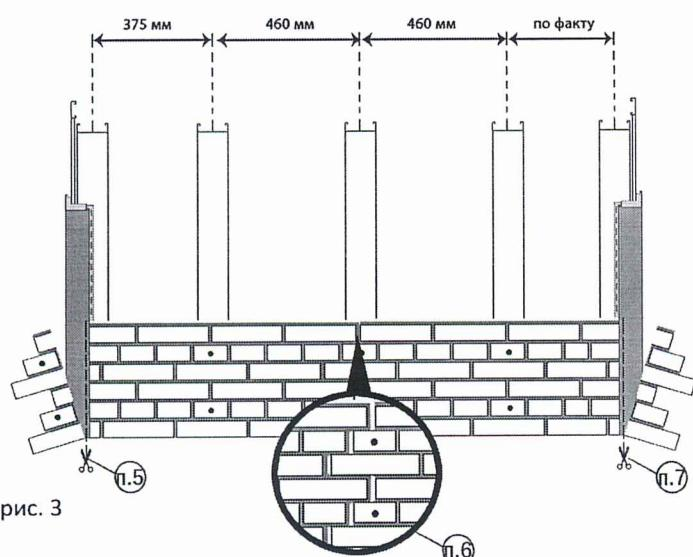

рис. 3
- Первую панель отрезаем, как показано на рис. 3 п.5 и вставляем ее вплотную, в левый наружный угол.
- При монтаже последующих панелей, левым краем мы фиксируем правый край предыдущей панели. рис.3 п.6
рис.3 п.7. Отрезанную панель вставляем в наружный угол и левым краем прижимаем в замок предыдущую панель.